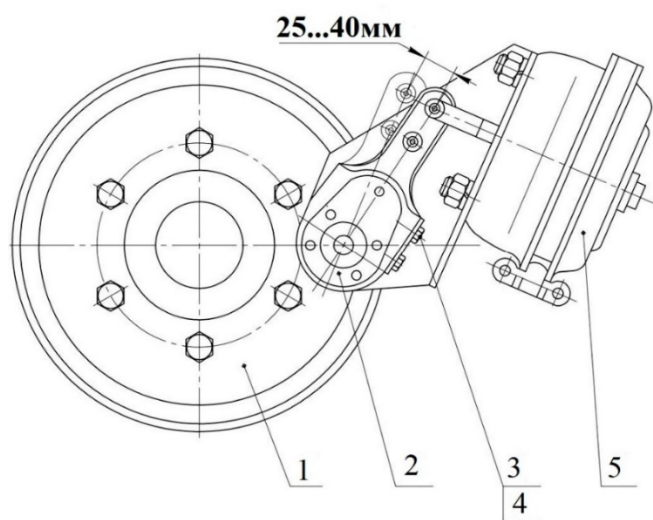

Рисунок 7.5 – Схема регулировки тормозов
- расстопорить ось червяка 4 (рисунок 7.5) рычага регулировочного 2, отвернув винт стопорный 3;